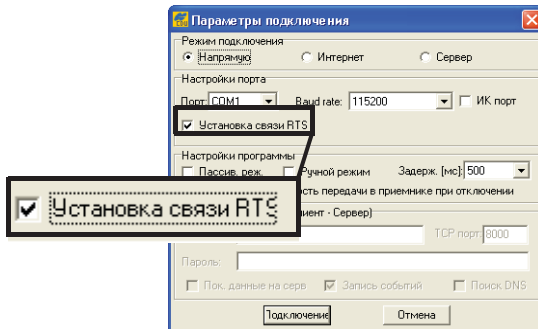

Рис. 5-9. Параметры подключения – Установка связи RTS/CTS
2. В окне *Параметры подключения* поставьте флажок в поле *Установка связи RTS/CTS* (Рис. 5-9).